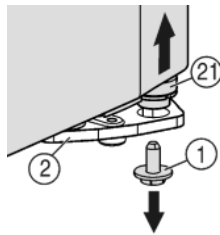
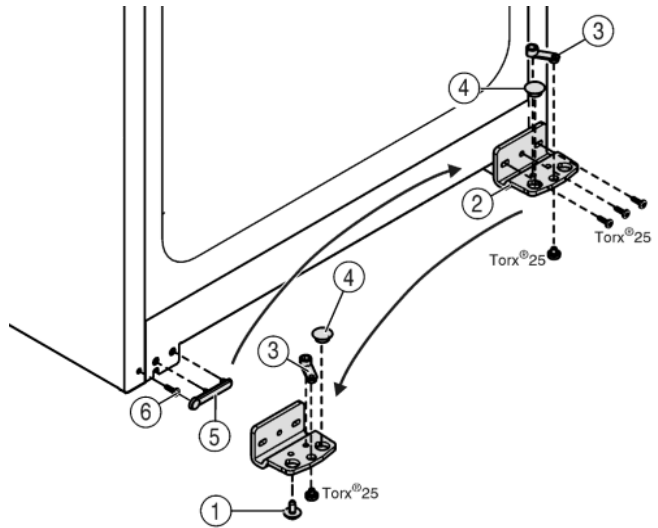

Fig. 5
Fig. 6
- ▶ Desenrosque el tornillo de seguridad Fig. 5 (1) en la parte inferior derecha del soporte de cojinete.
- ▶ El perno de cojinete Fig. 5 (21) se suelta del soporte de cojinete Fig. 6 (2).
- ▶ Si el perno de cojinete Fig. 5 (21) no se suelta, extraiga el perno presionándolo por debajo.
- ▶ Desatornille el soporte de cojinete Fig. 6 (2).
- ▶ Desatornille la pieza de cojinete Fig. 6 (3) y cámbiela al orificio de alojamiento opuesto del soporte de cojinete, volviéndola a atornillar.
- ▶ Extraiga los tapones Fig. 6 (4) del soporte de cojinete y cámbielos al orificio de alojamiento opuesto de dicho soporte.
- ▶ Desmonte con cuidado la cubierta Fig. 6 (5) en el lado del tirador.
- ▶ Desenrosque el tornillo Fig. 6 (6) y vuélvalo a colocar en el lado opuesto.
- ▶ Vuelva a colocar la cubierta Fig. 6 (5).
- ▶ Vuelva a atornillar el soporte de cojinete Fig. 6 (2) en el nuevo lado de la bisagra (**con 4 Nm**) para fijarlo; dado el caso, utilice un destornillador de batería.
- ▶ Enrosque el tornillo de seguridad Fig. 5 (1) en el perno de cojinete de la parte inferior y apriételo (con 4 Nm).